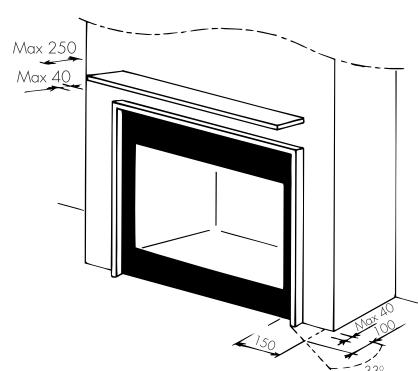

Fig. 5. Omramming: Sidevanger.
**NB!** Omramming av brennbart materiale må ikke overlappe peisfronten (den sorte delen). Se fig. 5.